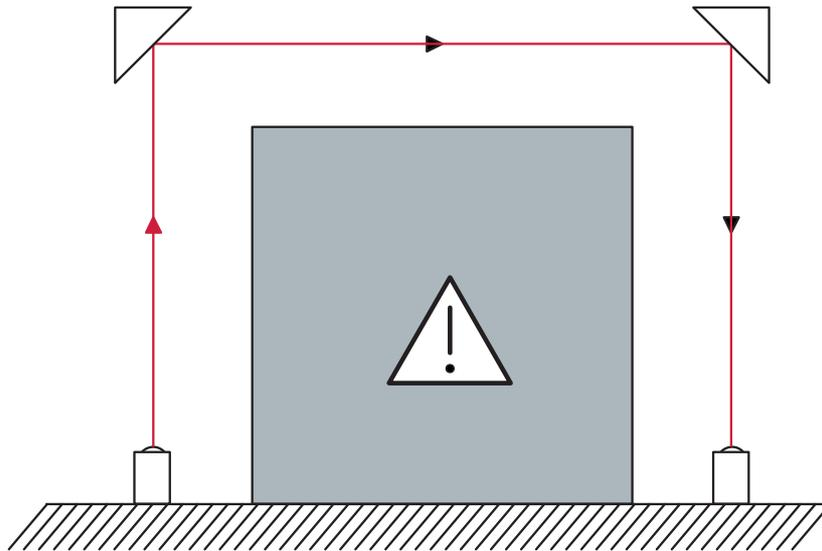

Bild 6.5: Anordnung der Umlenkspiegel
- Anordnung der Umlenkspiegel so, dass die optische Achse mittig zum Spiegel verläuft siehe Bild 6.5.